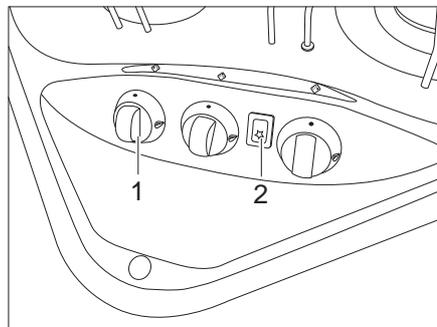
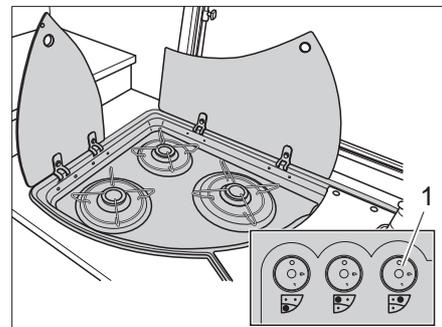

Fig. 137 Boutons de commande pour le réchaud à gaz
Fig. 138 Variante: Boutons de commande pour le réchaud à gaz
- Tourner le bouton tournant (Fig. 137,1 ou Fig. 138,1) du brûleur désiré en position d'allumage (grande flamme).
- Si une touche d'allumage (Fig. 137,2) est présente: